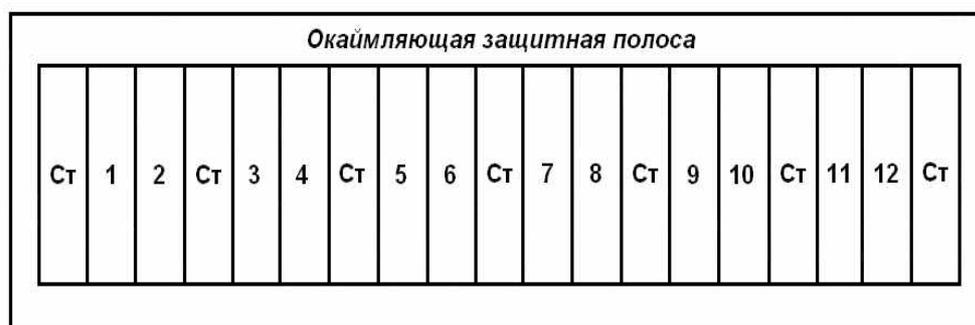

Рис.2- Стандартный метод размещения селекционных номеров в сортоиспытании
1. Стандартный (парный). Этот метод используют при малом количестве семян, при изучении большого числа сортов без повторностей (рис.2).